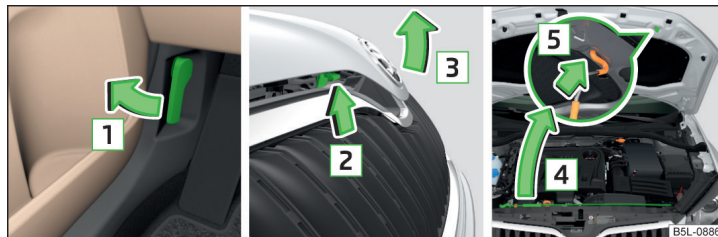

Fig. 158 Deschiderea capotei
- Deschideți portiera din față și trageți de maneta de deblocare aflată sub planșa de bord în sensul săgeții 1 » fig. 158.